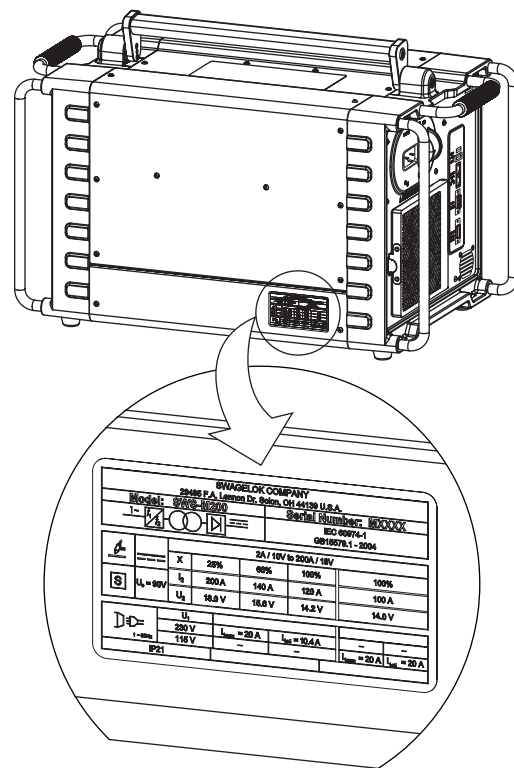

Рис. 5 — Паспортная табличка источника питания M200
- Впишите номер модели и серийный номер с ярлыка на задней поверхности источника питания M200 (рис. 5) и дату доставки в форму информации о гарантии на источник питания M200 и в форму регистрационных данных на стр. 17. Чтобы активировать гарантию, отправьте форму информации о гарантии уполномоченному представителю компании Swagelok.
Просим вас заполнить указанные ниже данные. Номер модели и серийный номер указаны на ярлыке с тыльной стороны источника питания M200 (рис. 5).